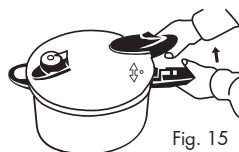

Fig. 15
- b) Rodar o punho superior no sentido contrário ao dos ponteiros do relógio (Fig. 15).